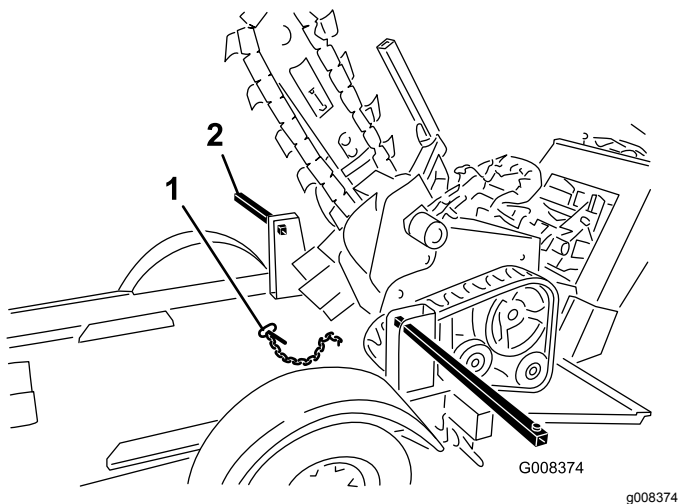

Figura 16
2. Retire el pasador de la barra de amarre y separe las barras (Figura 16).